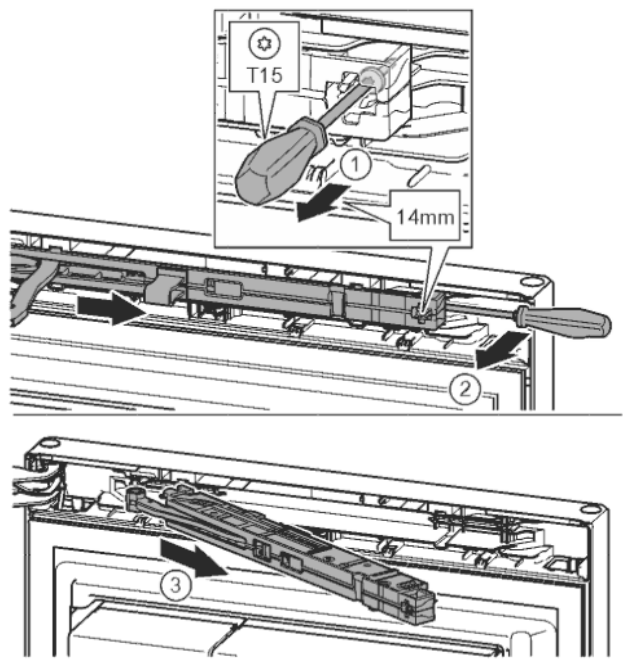

Fig. 9
- Šroub na jednotce tlumiče zavírání povolte šroubovákem T15 o cca 14 mm. *Fig. 9 (1)*
- Šroubovákem na straně madla zajedte za jednotku tlumiče zavírání a otočte ji dopředu. *Fig. 9 (2)*
- Vytáhněte jednotku tlumiče zavírání. *Fig. 9 (3)*